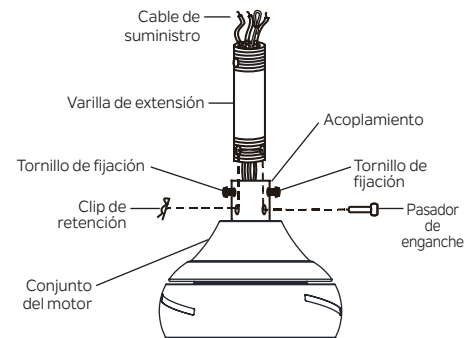

Figura 7
**Paso 4.** Afloje los dos tornillos de fijación (no los retire) en el acoplamiento de la parte superior del conjunto del motor. (Figura 7)
**Paso 5.** Introduzca con cuidado los cables conductores eléctricos y el cable de seguridad del acoplamiento en la parte superior del conjunto del motor hacia arriba a través de la varilla de extensión. Enrosque la varilla de extensión en el acoplamiento de la parte superior del conjunto del motor hasta que los orificios del pasador de enganche en la varilla de extensión y los orificios del pasador de enganche en el acoplamiento estén alineados. (Figura 7)
**Paso 6.** Inserte con cuidado el pasador de enganche a través de los orificios del acoplamiento y la varilla de extensión. (Figura 7)
Inserte el clip de retención a través del orificio cerca del extremo del pasador de enganche hasta que encaje en su posición de bloqueo. (Figura 7)
**Paso 7.** Apriete firmemente los dos tornillos de fijación en el acoplamiento de la parte superior del conjunto del motor. (Figura 7)